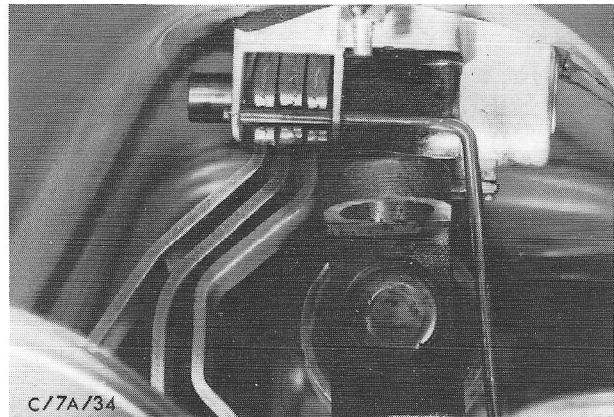

Fig.34 Mechanisme van vloerschakeling afstellen.
19. Vergrendel het mechanisme van de vloerschakeling in de neutrale stand m.b.v. een pen van 5 mm (0.2 in.) diameter (fig.34). Stel de schakelstang af zodat het versnellingshandel zonder te klemmen in de versnellingsbak kan worden geplaatst. Monteer de klemmen. Verwijder de blokkeerpen en controleer de werking van het schakelmechanisme in alle versnellingen.